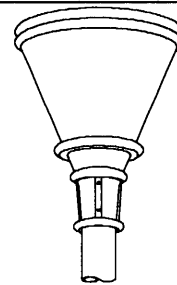

図4
- ⑦ 再び上蓋を器具にかぶせ、上蓋固定ねじでしっかり固定してください。 (図4)